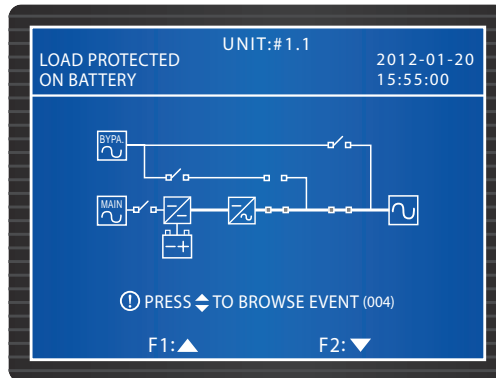

*Рис. 6-1. Кнопка BATT. STR.*
2. Нажмите кнопку **BATT STR.** на модуле управления (см. *Рис. 6-1*); включится ЖК-дисплей.
- 2 Нажмите кнопку **BATT STR.** на модуле управления (см. *Рис. 6-1*); включится ЖК-дисплей.